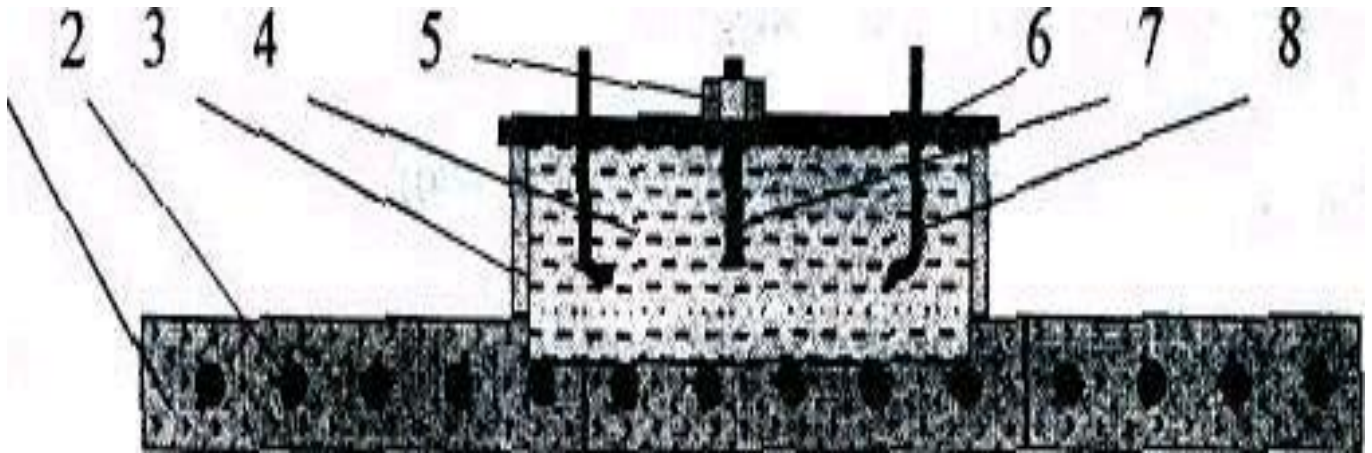

Рис. 1 Фундаментний майданчик на перекритті
- ◆ приймання в монтаж фундаменту на першому поверсі, фундаментного майданчика (Рис.1) на перекритті;